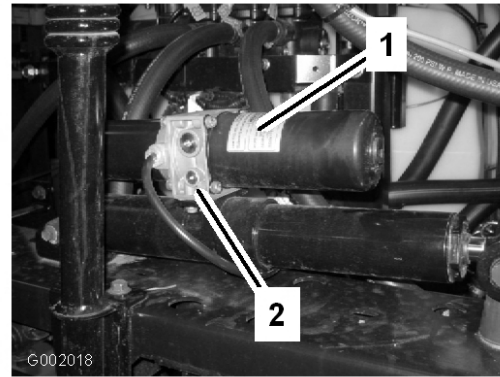

Bild 69
1. Ermitteln Sie das manuelle Überdruckventil am Aktuator jedes Spritzgestänges. Das manuelle Überdruckventil ist das kleinste Ventil. Es befindet sich nur an einer Seite des Aktuators (Bild 69).